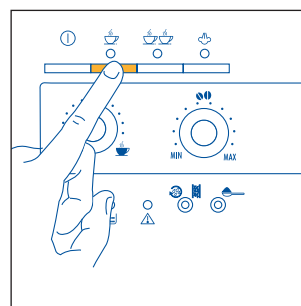
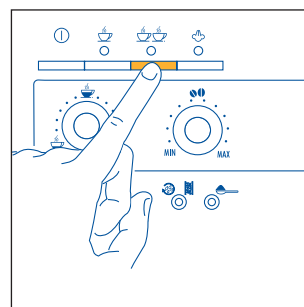

Fig. 12
Fig. 13
- 5) Tryk på tast  (fig. 12), hvis du har valgt at brygge en kop kaffe eller på tast  (fig. 13), hvis du har valgt at brygge to kopper kaffe. *Nu begynder maskinen at male kaffebønnerne, den udfører en kortvarig forinfusion og derefter fuldfører den udstrømningen i koppen. Når den indstillede mængde er brygget, afbryder maskinen automatisk kaffeudstrømningen og smider grumset i kaffegrumsbeholder.*
BEMÆRK 4: Mens maskinen er i gang med at brygge kaffen, er det muligt at stoppe udløbet når som helst, ved at trykke på den forud valgte tast  (fig. 12) eller  (fig. 13).
BEMÆRK 5: Så straks udløbet er færdigt, kan kaffemængden i koppen forøges ved at holde den forud valgte tast  (fig. 12) eller  (fig. 13) trykket ned, indtil man når den ønskede mængde kaffe denne operation skal foretages indenfor 3 sekunder efter at kaffeudløbet er færdigt).
BEMÆRK 1: hvis man lige efter at have lavet cappuccino og deaktiveret dampfunktionen ved at trykke på tasten til damp ☺, trykker på tast ☺ (fig. 12) eller ☺☺ (fig. 13) for at brygge mere kaffe, er maskinens temperatur for høj til kaffebrygning (de grønne kontrollamper ☺ og ☺☺ blinker for at vise at temperaturen ikke er passende): det er derfor nødvendigt at vente ti minutter mens maskinen køler lidt af.